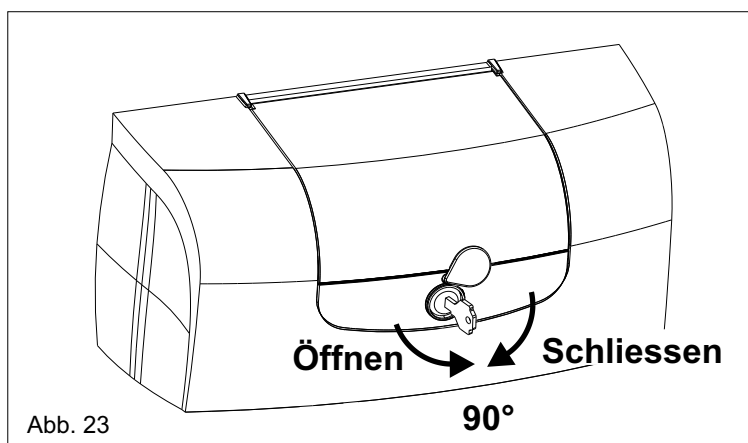

Abb. 23
- Schlossabdeckung öffnen (Abb.23).
- Den Schlüssel einstecken und um 90° gegen den Uhrzeigersinn drehen (Abb.23), Klappe öffnen.